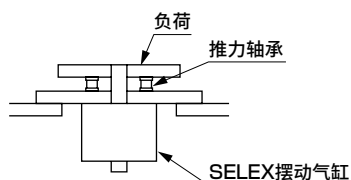

图1
- 轴的轴向负荷(推力负荷)超出允许值时会导致动作不良，因此请勿施加超出允许值的负荷。如果无法避免这种情况，请如图1所示采取使用推力轴承的结构。
- (1) 首先，旋松六角螺母至图1所示状态。